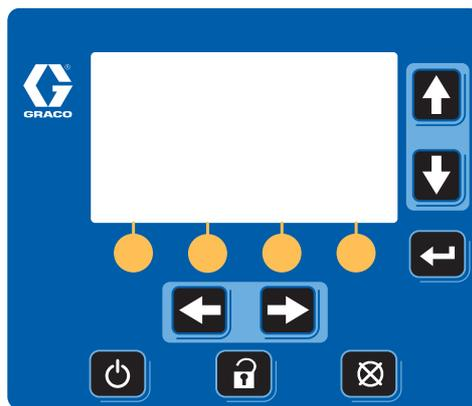

FIG. 8 : Module d'affichage
- Module d'affichage (G). Installé sur l'élévateur A uniquement. Fournit les écrans de statut du mode Fonctionnement, les écrans de configuration et les touches de commande. Consultez la FIG. 8, page 14.